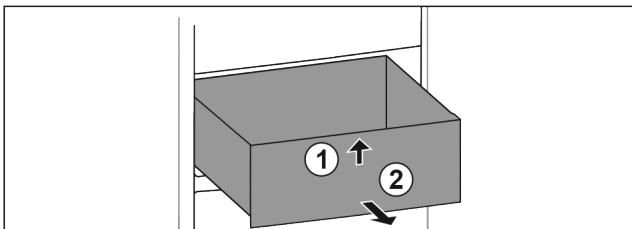

Fig. 61
- ▶ Lade aan de voorkant optillen. Fig. 61 (1)
- ▶ Lade naar voren toe verwijderen. Fig. 61 (2)